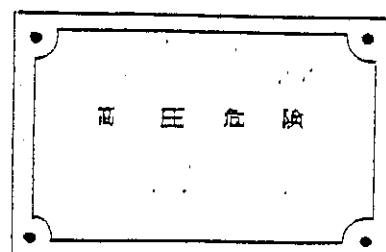

図3 3種銘板
- 3) 3種銘板は、器材等の操作方法、取扱注意事項等を表示する（図3参照）。